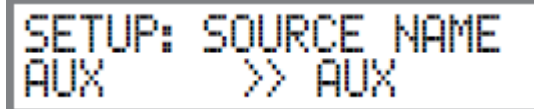

Рисунок 8
1. Нажмите и удерживайте INPUT CONTROL, пока не активируете режим Настройки. Затем вращайте INPUT CONTROL и выберите Режим Настройки "SETUP: SOURCE NAME, AUX >> AUX. Смотрите рисунок 8.